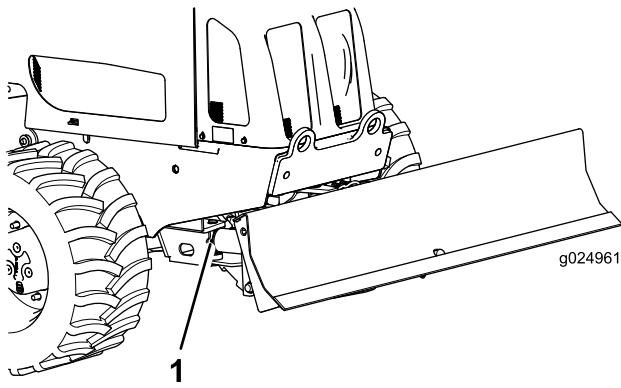

Figure 58
2. Raccordez la pompe à graisse aux graisseurs du vérin d'angle de la lame et injectez 3 jets de graisse dans chaque graisseur (Figure 58).